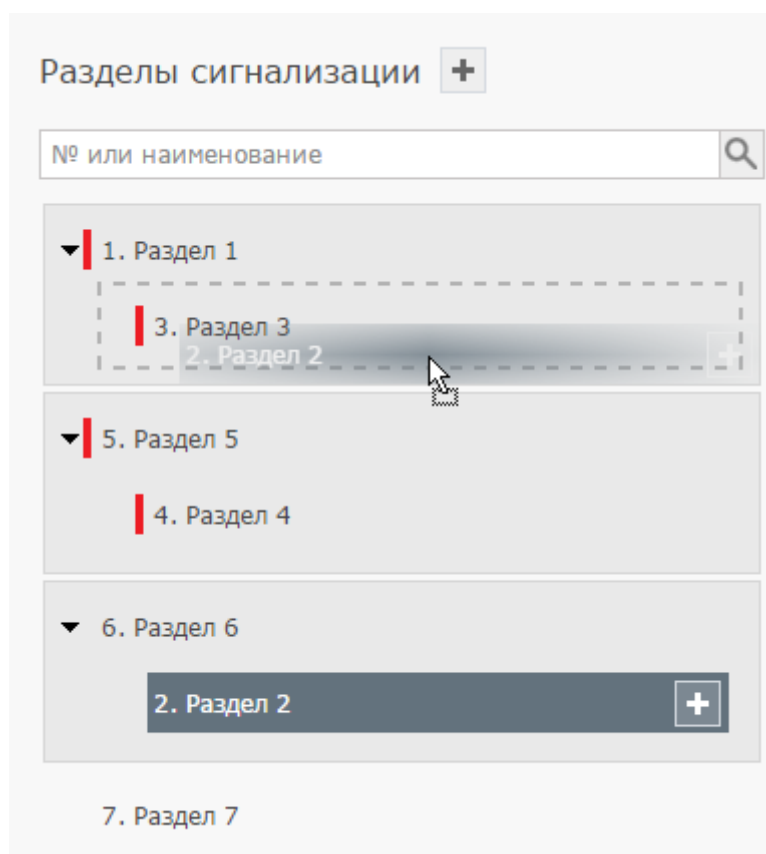

Рисунок 9.33 — Процедура переноса раздела
2. Удерживая левую клавишу мыши, перенесите «раздел» к области имени раздела, который будет родительским разделом. Область имени родительского раздела выделится серой пунктирной линией (рисунок 9.33).